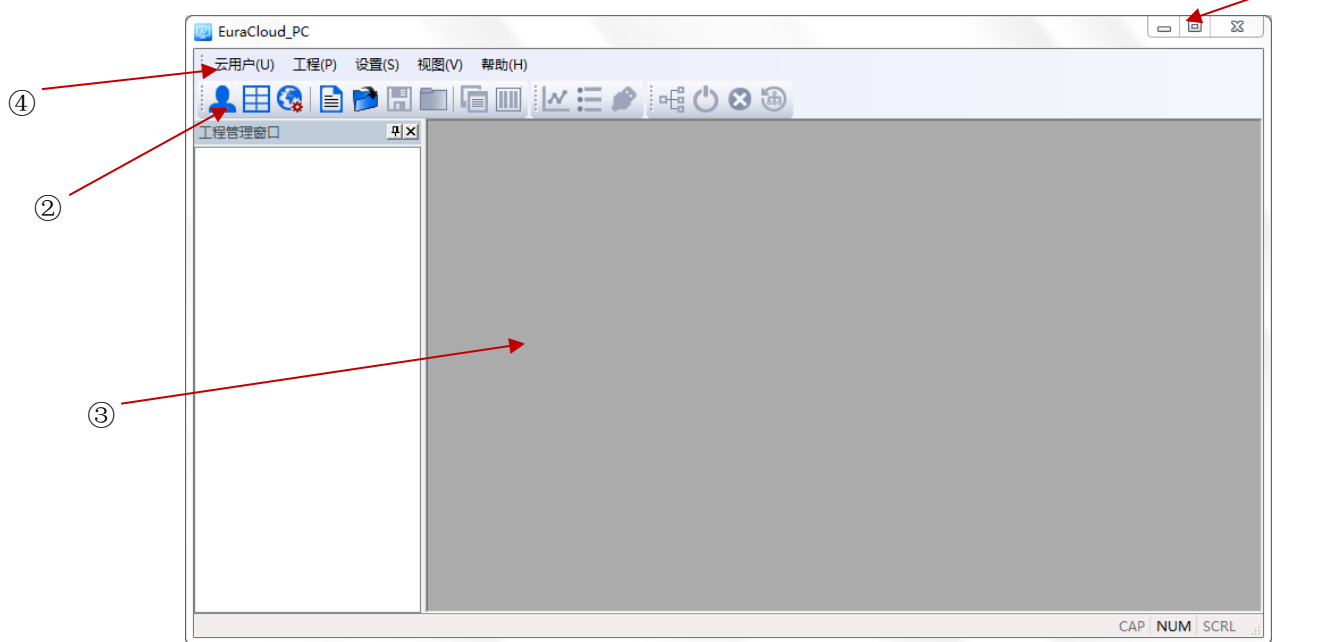

图 2-2-22 软件主界面
2) 语言选择完毕，点击“OK”按钮进入程序主界面（如图 2-2-22 所示）；